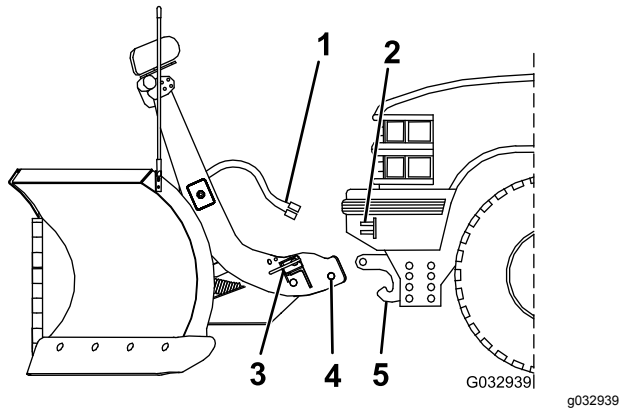

Figure 25
3. Conduisez le véhicule devant le chasse-neige et avancez lentement jusqu'à ce que la goupille inférieure rencontre le récepteur de goupille de la barre de poussée (Figure 25).
5. Retirez les chapeaux de protection des connecteurs électriques et branchez le faisceau du chasse-neige au faisceau du véhicule (Figure 25).